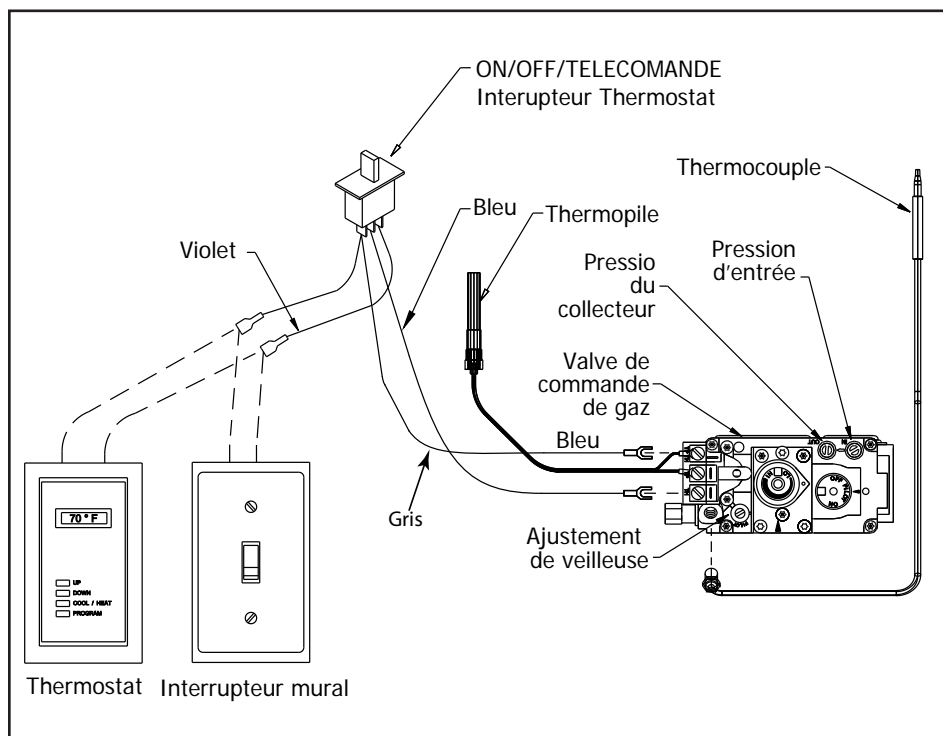

Figure 43: Branchement des accessoires
Le C44 vient du fabricant équipé d'un interrupteur marche-arrêt monté sur le panneau de contrôle. Si vous désirez installer un interrupteur affixé au mur ou un thermostat, utilisez le diagramme pour vous aider à brancher l'accessoire à l'appareil. Déconnectez la connexion derrière l'interrupteur dans le panneau de contrôle pour accéder aux (2) terminaux, illustré dans la figure 43.